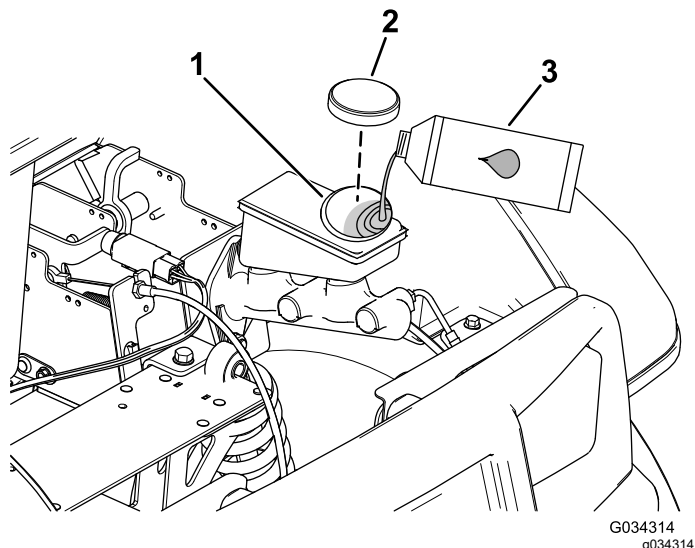

图 61
4. 抬起机罩可接触到主刹车油缸和油箱图 61。
- A. 清洁油箱盖附近的区域并取下油箱盖图 61。
- C. 安装油箱盖图 61。